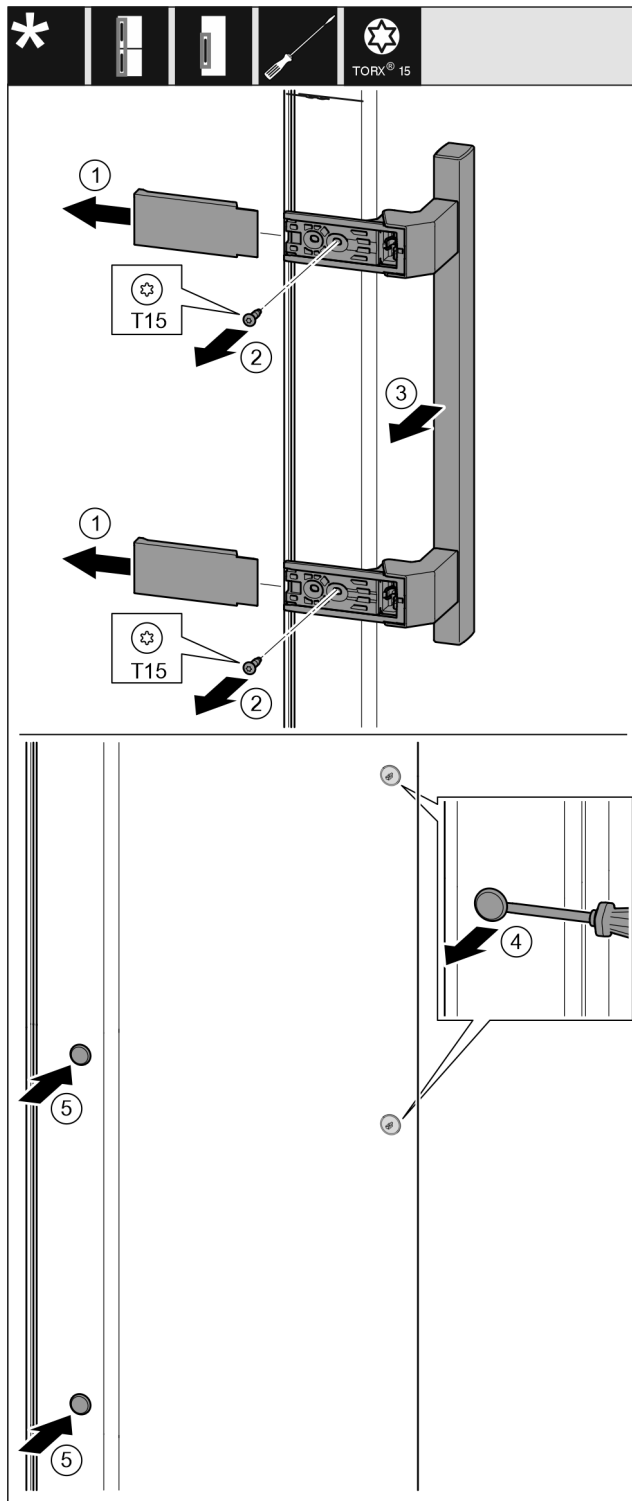

Fig. 39
- ▶ Stiahnite kryt. Fig. 39 (1)
- ▶ Skrutkovačom T15 vyskrutkujte skrutky. Fig. 39 (2)
- ▶ Odoberte držadlo. Fig. 39 (3)
- ▶ Plochým skrutkovačom opatrne nadvihnite a vyberte bočnú zátku. Fig. 39 (4)
- ▶ Zátku opäť nasadte na druhú stranu. Fig. 39 (5)